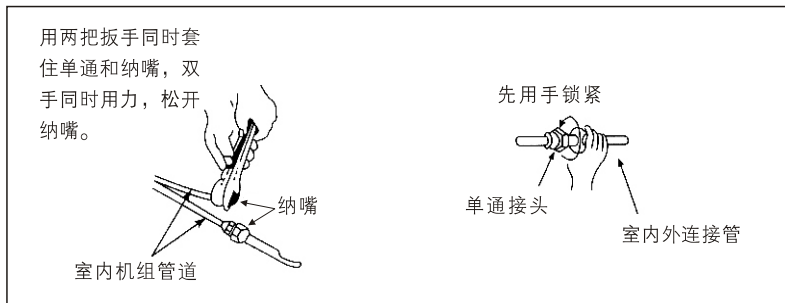

图 20
- (1) 将纳嘴和密封帽拆开，将铜管尽头的纳嘴松开，使内藏气体排出，如图20所示。当纳嘴拆开时，应将密封帽拆出，不然制冷剂将不能循环，压缩机就可能烧毁。
- (2) 连接时，应在单通螺牙及管的喇叭口上涂上少许冷冻润滑油，以防螺牙损坏，且按图20所示对准管道拧紧。